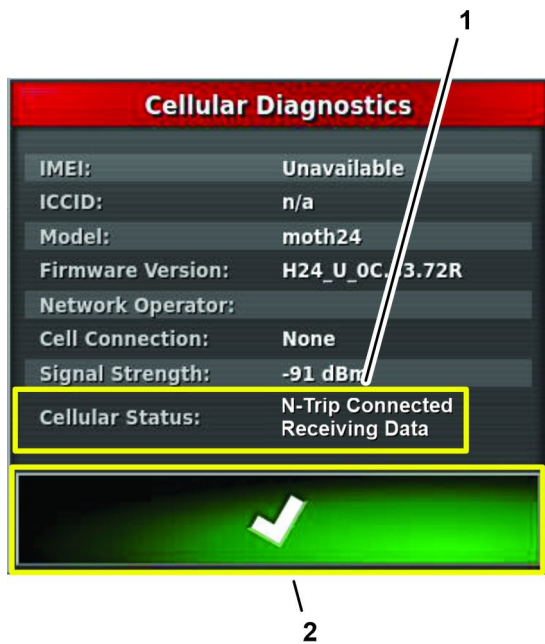

Figura 168
4. Pulse el icono Diagnóstico Celular, y compruebe que el campo de estado celular muestra N-TRIP CONECTADO RECIBIENDO DATOS (Figura 168).